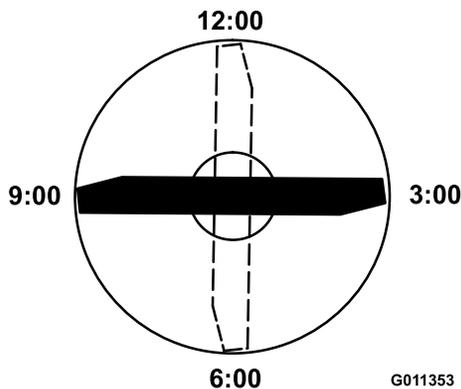

Figura 57
4. Coloque el filo de corte del extremo marcado de la cuchilla en la posición de las 12 (hacia adelante, en el sentido de la siega) (Figura 57) y mida la altura desde la mesa hasta el filo de corte de la cuchilla.
5. Gire el extremo marcado de la cuchilla a las posiciones de las 3 y de las 9 (Figura 57) y mida las alturas.